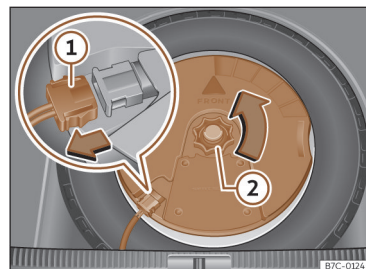

**Fig. 241** Na bagageira: desmontar o subwoofer.
- Desligue o cabo do altifalante subwoofer >>> **Fig. 241 ①.**
- Rode a rodinha de fixação no sentido contrário ao dos ponteiros do relógio >>> **Fig. 241 ②.**